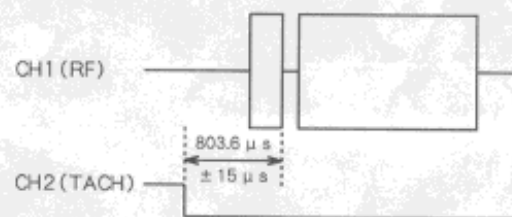

Fig. 5-8
- 4). Adjust trimmer resistor R102 so that the time from the trailing edge of the TACH waveform to the marker of the RF waveform is $803.6 \pm 15 \mu s$, as shown in Fig. 5-8.
- 4). 図5-8のように、TACH波形の立下がりからRF波形のマーカまでの時間が $803.6 \pm 15 \mu s$ になるように半固定抵抗 R102を調整する。